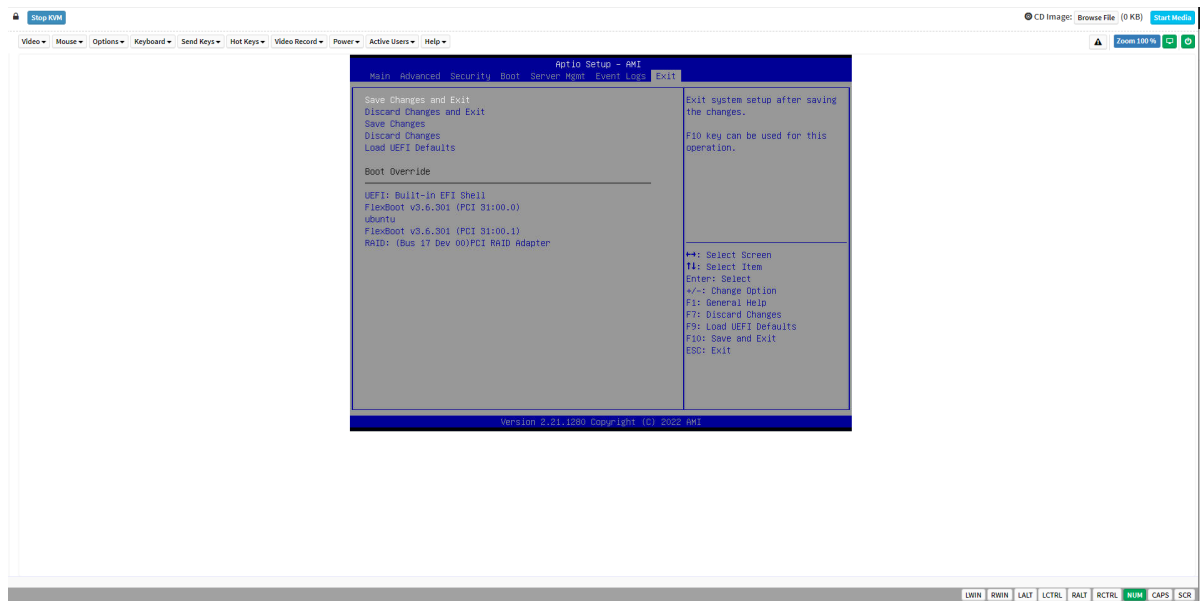

Рис. 85. Окно «H5Viewer»
- 3) Пройдите во вкладку «Remote Control» → «H5Viewer» в данной вкладке предоставляет пользователям удаленный сервис KVM для удаленного управления сервером через среду HTML5. Окно показано на рис. 85 Окно «H5Viewer»